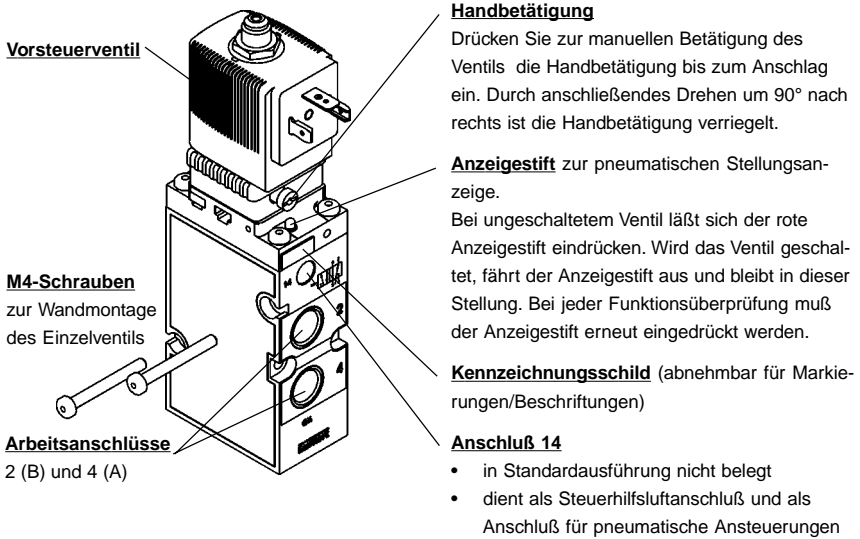

Bild 3: Befestigung des Einzelventils / Handbetätigung / Pneumatische Stellungsanzeige
4.5 Befestigung von Einzelventilen (Bild 3)